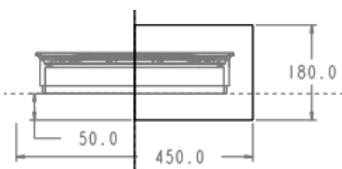
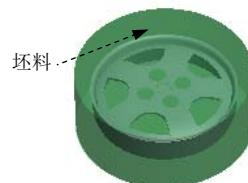

图 30.5 截面草图
图 30.6 坯料
Step4. 创建坯料特征。单击 **模具** 功能选项卡 **形状** ▾ 区域中的 **旋转** 按钮，此时系统弹出“旋转”操控板；在绘图区中右击，选择快捷菜单中的 **定义内部草绘...** 命令，此时系统弹出“草绘”对话框，然后选择 MOLD_FRONT 基准平面作为草绘平面。草绘平面的参考平面为 MOLD_RIGHT 基准平面，方位为 **右**。单击 **草绘** 按钮，系统进入截面草绘环境。进入截面草绘环境后，选取 MOLD_RIGHTTT 基准平面和 MAIN_PARTING_PLN 基准平面为草绘参考，然后绘制图 30.5 所示的截面草图。完成截面草图的绘制后，单击“草绘”操控板中的“确定”按钮 ，选取旋转角度类型 ，旋转角度为 360°，然后在“旋转”操控板中单击 按钮，完成坯料的创建，如图 30.6 所示。